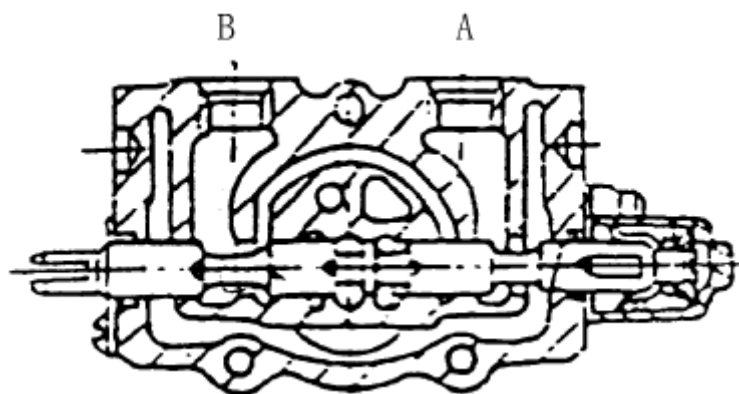

Рис. 5-4.
b) Продвижение золотникового клапана внутрь (Рис. 5-4).